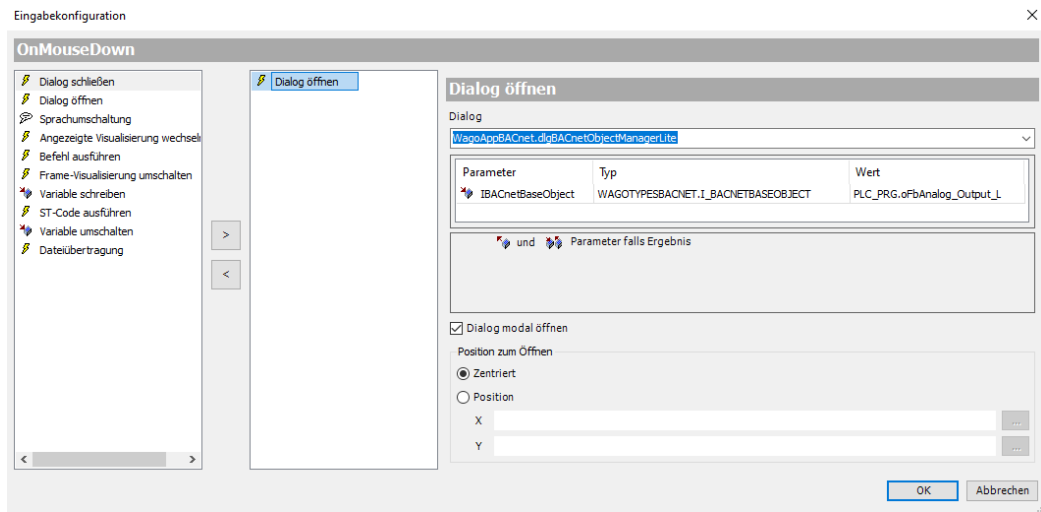

Abbildung 2: Eingabekonfiguration
4. Für den Parameter „**IBACnetBaseObject**“ das gewünschte Eingangs-, Ausgangs- oder Value-Objekte auswählen (siehe Abbildung 2).